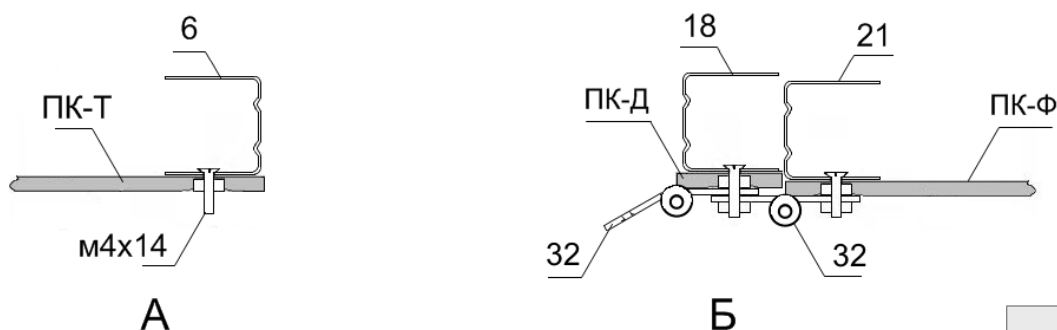
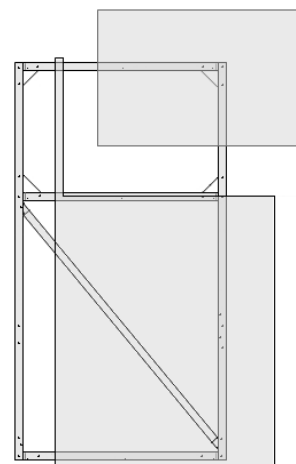

Рис. 14
Рис. 15
- 3.2.5. В местах крепления петель на стойке дверного проёма №6 в поликарбонате сделайте отверстия. С внутренней стороны профиля установите винты м4х14 и затяните гайками со стороны покрытия торца так, чтобы гайка утонула в поликарбонате (рис.14 -А).
- 3.2.6. Временно закрепите петли на каркасе форточка и двери. Установите дверь в дверной проём и закрепите петли №32 гайками м4 на выступающих винтах м4х14 на стойке №6. Положите вырезанное покрытие (п.3.2.4) к каркасу двери и закрепите саморезами с оцинкованными шайбами по линии притвора и средней части двери и форточка. По линии крепления петель сделайте отверстия в ПК вдоль стойки двери и форточка. Вырежьте форточка (рис. 15). Отсоедините петли двери и форточка и произведите крепление покрытия. Закрепите винты м4х14 и петли (рис. 14-Б). Присоедините дверь к торцу.